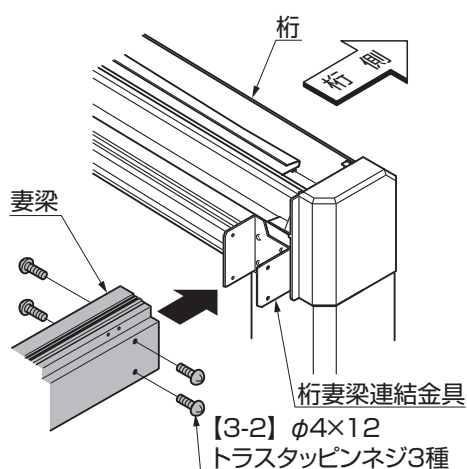
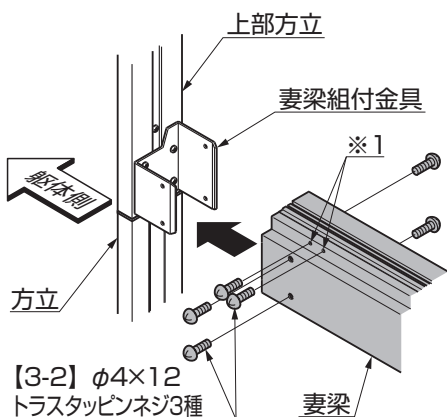

図5-7 A部詳細図
図5-9 B部詳細図
②妻梁を桁と上部方立に【3-2】で取付けてください。(図5-7、図5-9参照)
③妻梁の躯体側の穴(※1)に【3-2】を取付けてカバーしてください。(図5-9参照)